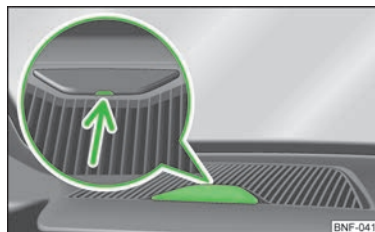

Fig. 76
- Introducir un destornillador de cabeza ranurada en el hueco señalado con la flecha » fig. 76 y levantar con cuidado la caperuza protectora.
- Cerrar la abertura para el alojamiento en el cuadro de interruptores mediante la caperuza protectora » fig. 76.